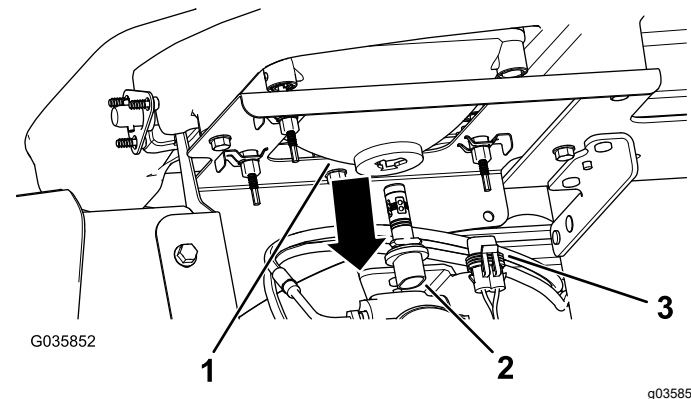

Figura 49
3. Scollegate il connettore elettrico del cablaggio dal connettore del gruppo luci sul retro del vano del faro(Figura 49).
4. Ruotate il gruppo luci di ¼ giro in senso antiorario spostandolo indietro, fuori dalla sede del vano del faro (Figura 49).
5. Inserite il nuovo gruppo luci e il vano del faro e allineate le linguette nel gruppo luci alle fessure nel vano del faro (Figura 49).
6. Fissate il gruppo luci ruotandolo di 1/4 di giro in senso orario (Figura 49).
7. Collegate il connettore elettrico del cablaggio al connettore del nuovo gruppo luci (Figura 49).